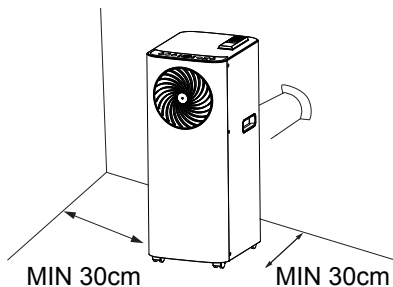

Fig. 5
Se necessario, l'apparecchio può essere installato in modalità semi-fissa (Fig. 5) Procedere come segue:
- Inserire un'estremità del tubo nel pezzo precedentemente montato sulla parete, come illustrato nella (Fig. 5)